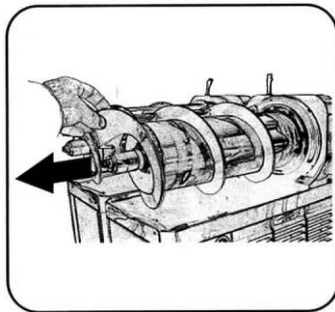

Рис. 21
1. Чтобы извлечь спираль, поместить пальцы на пластине спирали и осторожно потянуть ее внутрь, как показано на рис. 21 + 22.